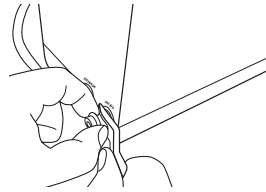

Figura 11.
- a. Para tu comodidad, coloca la llave de ajuste entre el tapón y el collar del conector rápido, presionando el mismo y tomando el tapón con tus dedos. (ver Figura 11).